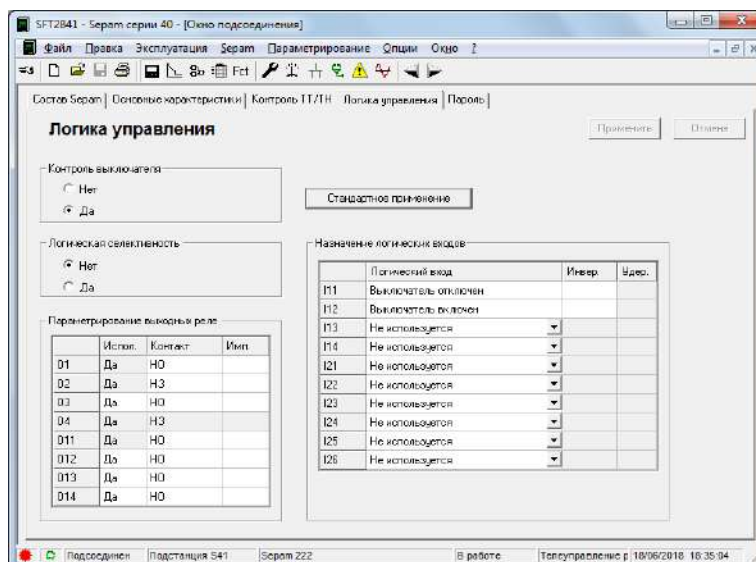

Рисунок 3.6 – Окно «Логика управления»
9. На вкладке «Логика управления» (рис. 3.6) в поле параметрирование выходных реле установить «ОЗ» Испол. – да.